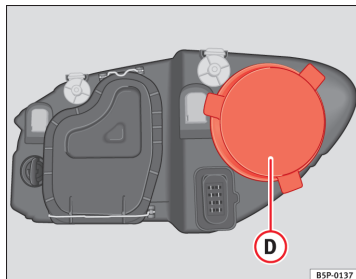

Fig. 168 Positionsllys
- Træk dækslet ⇒ Fig. 168 **D** af.